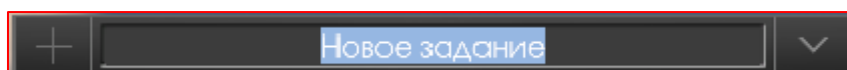

Рисунок 3.31 – поле *Введите название...*
2) Ввести *Название* задания в поле *Новое задание* (рисунок 3.31) и нажать кнопку Enter.